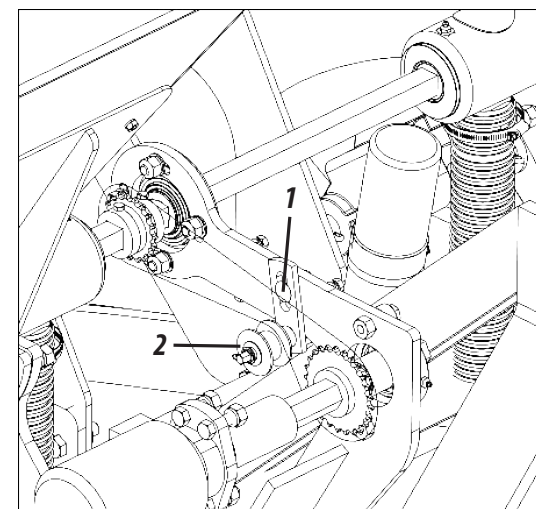

Figura 15
TENSÃO DAS CORRENTES (FIGURA 15)
- 1- Solte o parafuso (1), deslize o esticador (2) até a tensão necessária. Em seguida, reaperte a porca, **conforme mostra a figura 15.**